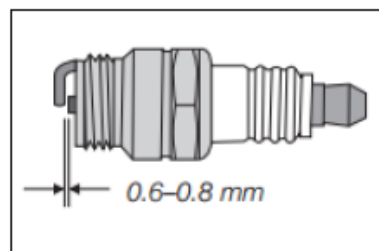

Figure 31
4. Vérifiez l'écartement des électrodes avec une jauge d'épaisseur et réglez l'écartement à 0,030 (0,76 mm) si nécessaire. voir la figure 31.